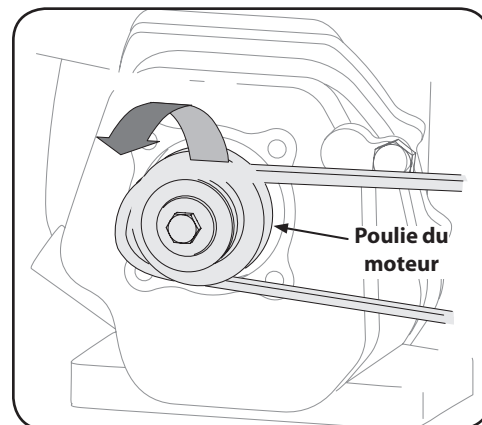

Figure 5-8
5. Enlevez la courroie de la poulie de tension de marche arrière, puis de la poulie de transmission. Voir Figure 5-8.